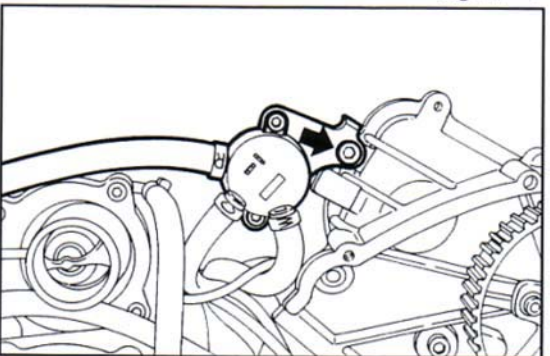

Fig. 44 ▼
- svitare la vite di fissaggio e rimuovere l'elettrovalvola controllo sovralimentazione (S.E.M.) con la tubazione R (Fig. 44);
- unscrew the securing screw and remove the supercharging control solenoid valve (S.E.M.) with tube R (Fig. 44);